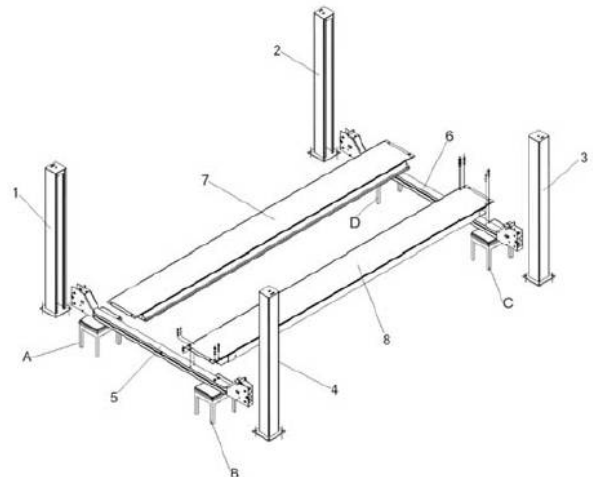

Рис. 32
- 1- Разместите 4 опоры одинаковой высоты, способные выдержать 250кг, как показано на рис. 32-А, В, С, D
Разместите стойки у концов перекладин, как показано на рис. 32